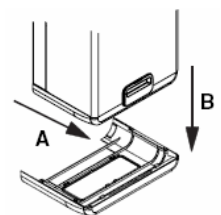

рис. 13
- снимите крышку, потянув ее на себя (A-B) (рис. 13)